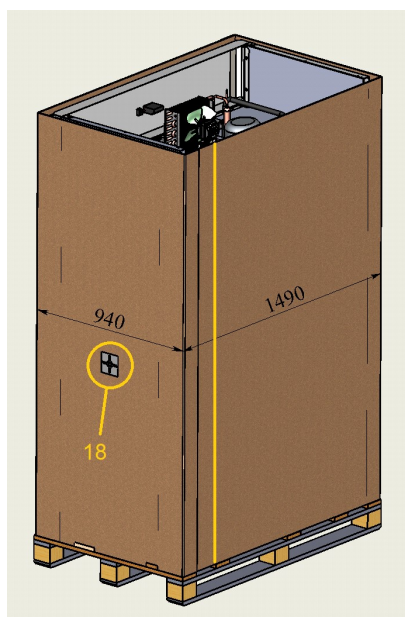

Рис. 3
4. Разрезать упаковку по широкой стороне (1490 мм) без маркировки центра тяжести (18) - рис.3.